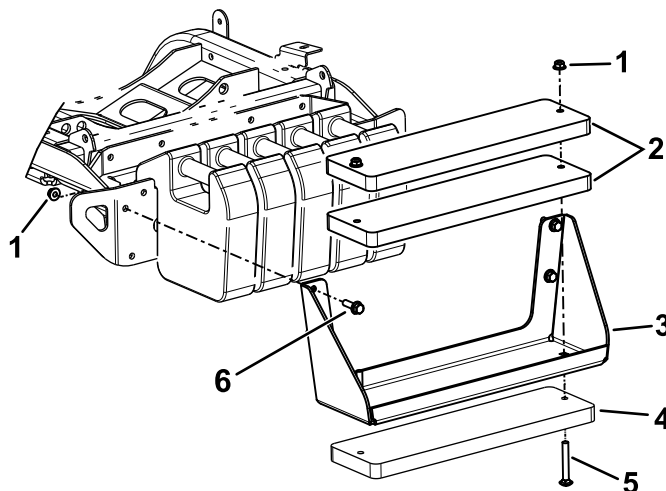

図 22
**注** これらの手順については 図 22を参照。
- A. ボルト $\frac{3}{8}$ " x 4"とナット $\frac{3}{8}$ "を使用してブラケットにウェイト3個を取り付ける 図 22。
- B. 六角ボルトとナットキット付属品を使ってウェイトブラケットをマシンに取り付ける 図 22。
- A. マシンからウェイトブラケットを外す 図 22。
- C. ボルト $\frac{3}{8}$ " x 4"とナット $\frac{3}{8}$ "を使用してブラケットにウェイト3個を取り付ける 図 22。
- D. 先ほど外した金具を使って、ウェイトブラケットをマシンに固定する 図 22。